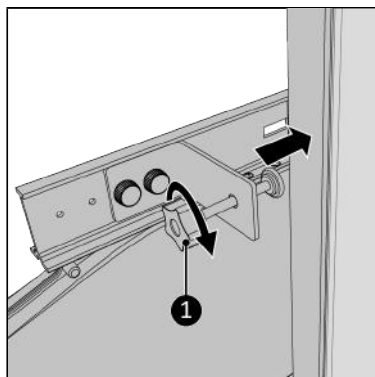

Abbildung 126.
16. Schrauben Sie die Klemmschraube vorsichtig am Fensterrahmen fest (Abbildung 126, Pos. 1).